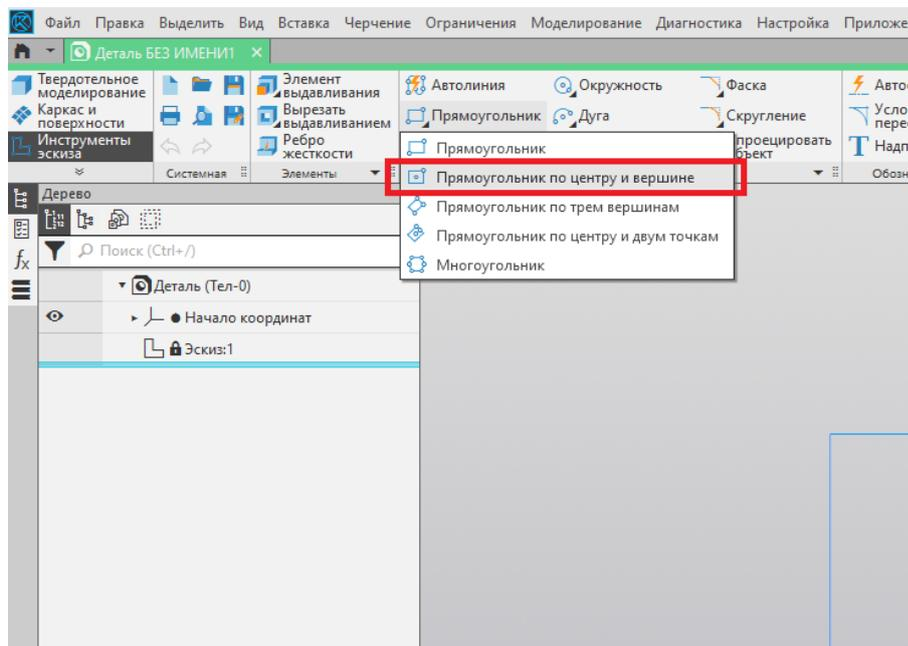

Рис. 131
3. Создаём эскиз основания детали при помощи команды «Прямоугольник по центру и вершине» (рис. 131).